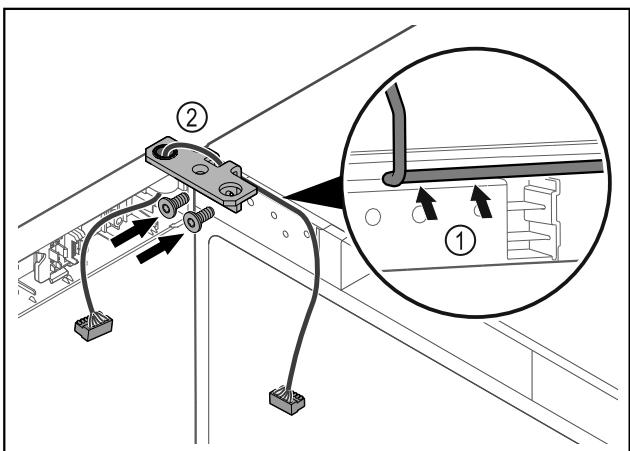

Fig. 39
- ▶ Provedite kabel kroz izrez na kutnoj šarci i oprezno ga položite Fig. 39 (1).
- ▶ Navrnite kutne šarke Fig. 39 (2).